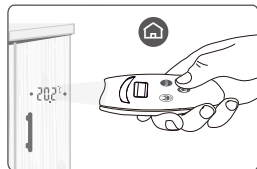

図4
- [ホーム]ボタンLEDが点滅している約10秒以内に室内温度と同じ均一温度で汚れのない物の床から約80～150cmの場所に本器を向け、[ホーム]ボタン  を押し続けると2個の点(測定距離確認ポインタ)と温度が投射されます。(図4参照)